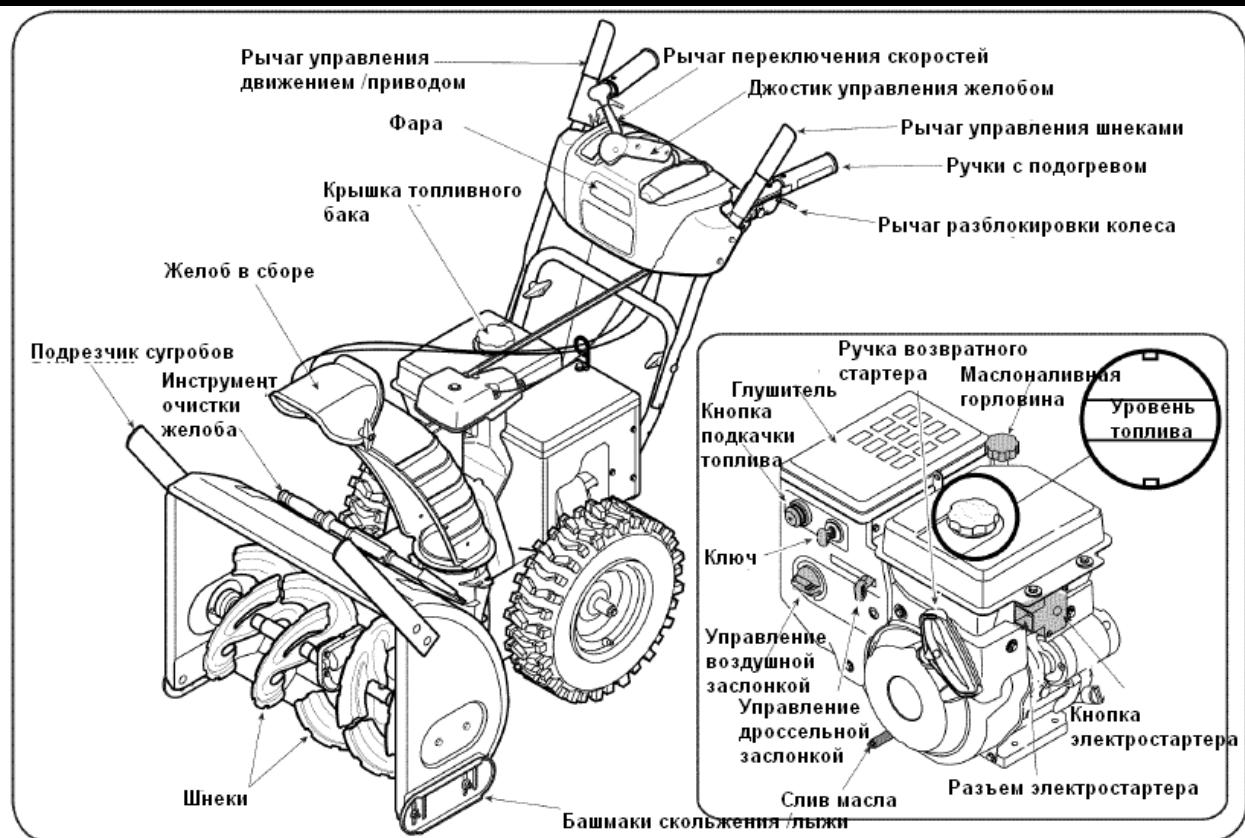

Рис. 16
Теперь, когда Вы приготовили снегоочиститель к эксплуатации, важно изучить систему его управления. (См. Рис. 16).
2. Индикатор уровня горючего расположен в топливном баке см. дополнительную вставку на Рис. 16. Наполняйте бак до тех пор, пока уровень топлива не дойдет до уровня индикатора, оставляя место для расширения топлива при нагреве.